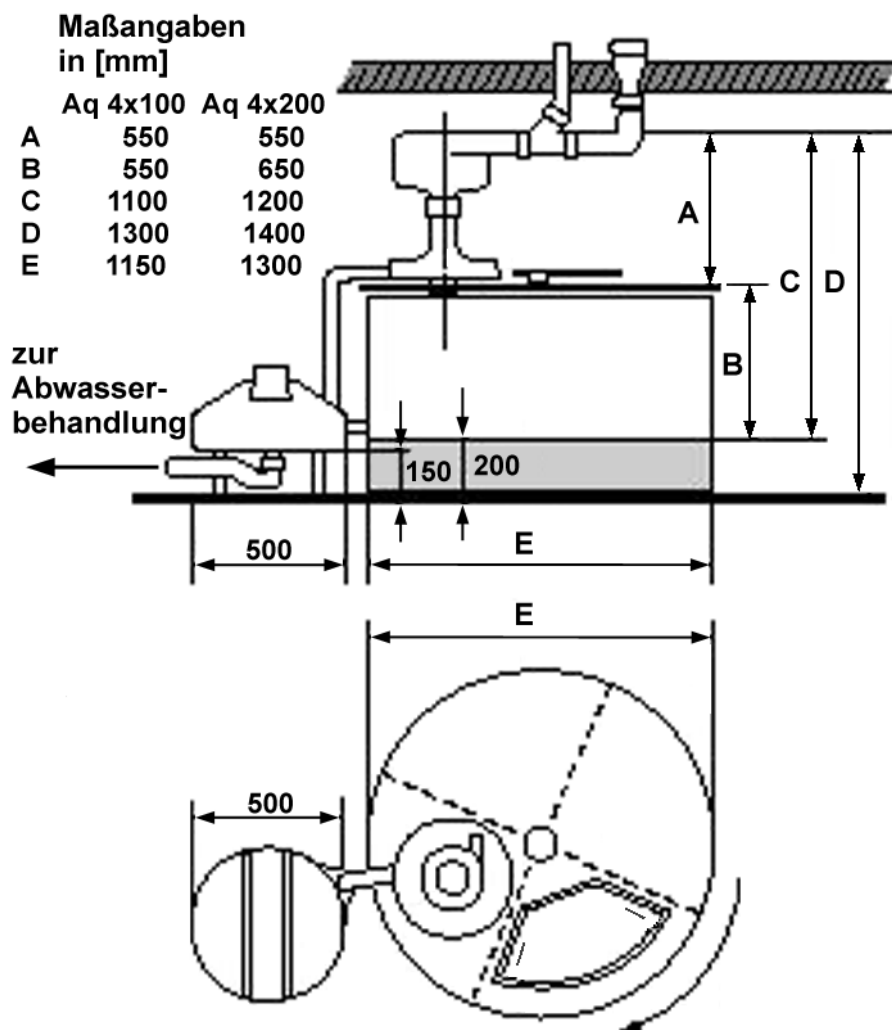

Abbildung 1. Installationsmaße für das Aquatron 4x100 / 4x200
- 3.1.1 Erstellen Sie einen Sockel für den Kompostierungsbehälter. Die Maße entnehmen sie bitte der Abbildung 1, eine Übersicht finden Sie in der Abbildung 2, eine Skizze für den Sockel in der Abbildung 3. Stellen Sie den Kompostierungsbehälter stabil auf diesen Sockel.
3.3.2 Der DN 50-Geruchsverschluss wird unterhalb der UV-Einheit installiert. Siehe Abbildung 1 und 2.
- 3.5.5 Ist der Höhenunterschied zwischen dem WC-Ablauf und dem Separator-Einlauf zu groß, dann ist zuerst das horizontale Rohr mit dem speziellen Neigungswinkel von 5% zu installieren. Anschließend muss der restliche Höhenunterschied mit einem senkrechten Rohr überbrückt werden, siehe Abbildung 1.